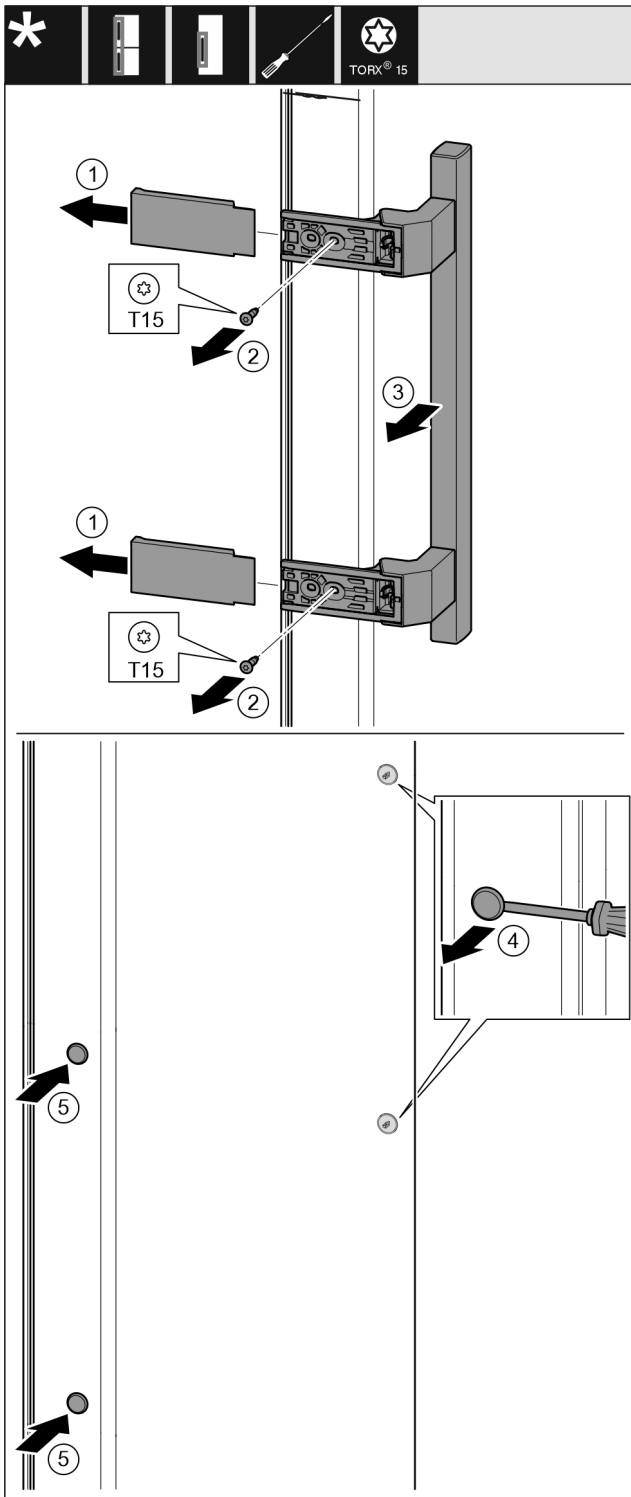

Fig. 14
- ▶ Desprindeți capacul. Fig. 14 (1)
- ▶ Desfaceți și demontați șuruburile cu șurubelniță Torx 15. Fig. 14 (2)
- ▶ Detașați mânerul. Fig. 14 (3)
- ▶ Ridicați și scoateți dopul lateral cu precauție cu o șurubelniță plată. Fig. 14 (4)
- ▶ Montați din nou dopul pe cealaltă parte. Fig. 14 (5)